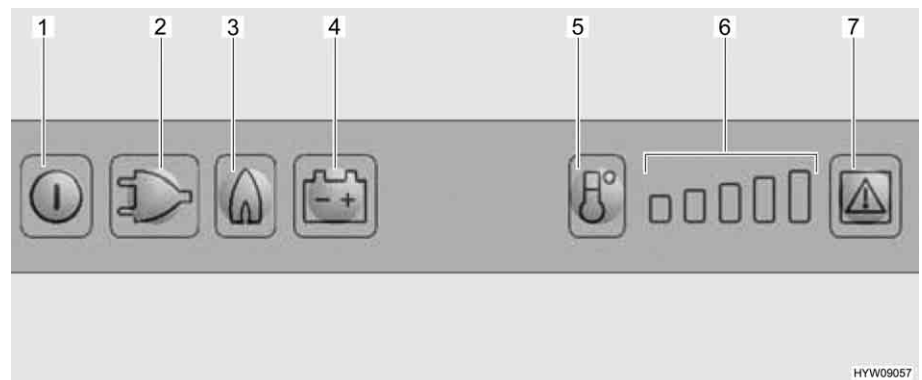

Bild 209 Bedienelemente für den Kühlschrank
- Taste Ein/Aus (Bild 209,1) etwa 2 Sekunden lang drücken. Der Kühlschrank schaltet sich ein. Die Taste der zuletzt gewählten Betriebsart leuchtet auf.
- Ggf. Taste für die Betriebsart "Gas" (Bild 209,3) drücken. Die Taste leuchtet auf. Die Gaszufuhr ist geöffnet. Der Zündvorgang erfolgt automatisch. Ein tickendes Geräusch ist hörbar, bis der Zündvorgang erfolgreich abgeschlossen ist.
- Kühltemperatur mit der Taste Temperaturstufenwahl (Bild 209,5) einstellen.
- Ggf. Taste Betriebsart "230 V" (Bild 209,2) drücken. Die Taste leuchtet auf.
- Ggf. Taste Betriebsart "12 V" (Bild 209,4) drücken. Die Taste leuchtet auf.